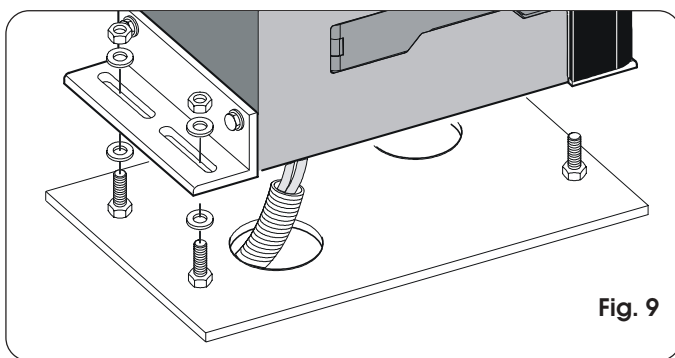
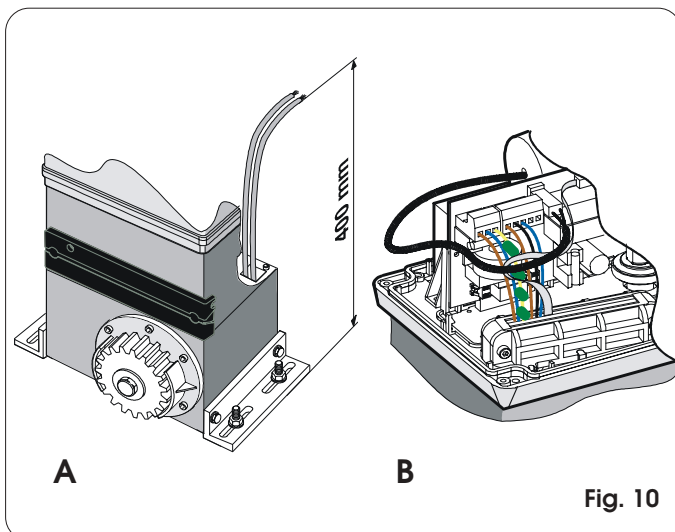

Fig. 9
Fig. 10
- 3) Placer l'opérateur sur la plaque en utilisant les rondelles et les écrous fournis d'après la Fig. 9. Durant cette opération faire passer les câbles à travers le conduit spécifique présent dans le demi-corps inférieur de l'opérateur (Fig. 10 - Réf. A). Pour accéder à l'armoire électronique, faire passer les câbles à travers le trou spécifique en utilisant le serre-câble avec l'élément en caoutchouc fourni. Veiller en particulier à dénuder tous les câbles de façon à ce que le serre-câble tiende les fils un à un (Fig. 10 - Réf. B).